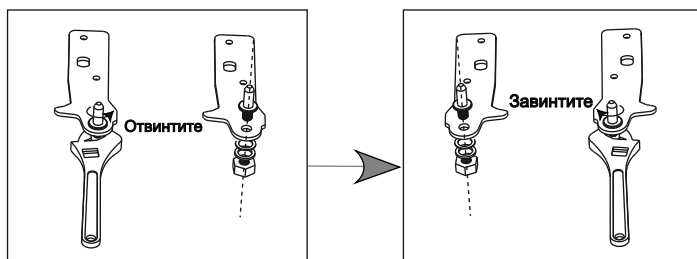

Рисунок 9
5. Отвинтите и снимите штырь нижней петли, разверните кронштейн и вставьте его на место. (рис. 9).